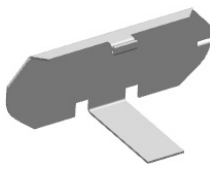
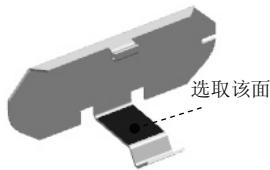
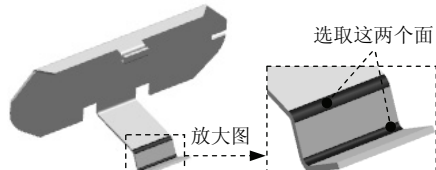

图 4.8.27 “伸直”特征 1
图 4.8.28 选取伸直固定面
图 4.8.29 选取折弯
Step5. 创建图 4.8.27 所示的“伸直”特征 1。选择下拉菜单 **插入(S)** → **成形(B)** → **伸直(U)...** 命令，系统弹出“伸直”对话框；在系统 **选择非厚度平面或线性边以在部件伸直时保持固定** 的提示下，选取图 4.8.28 所示的模型表面为伸直固定面；在系统 **选择折弯** 的提示下，依次选取图 4.8.29 所示的两个曲面为伸直面；在“伸直”对话框中单击 **确定** 按钮，完成特征的创建。